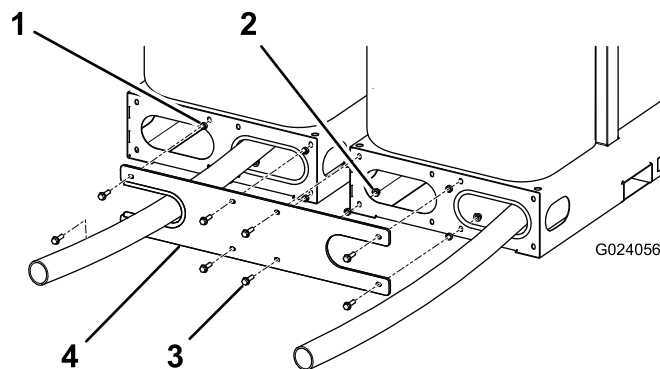
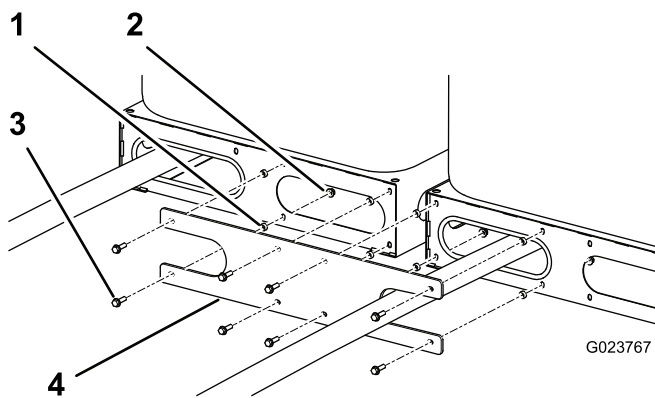

Figura 1
Figura 2
2. Alinee los taladros de la placa de extremo con los taladros de la base de cada depósito, separando la placa de extremo de la base con un espaciador en cada taladro (Figura 1 y Figura 2).